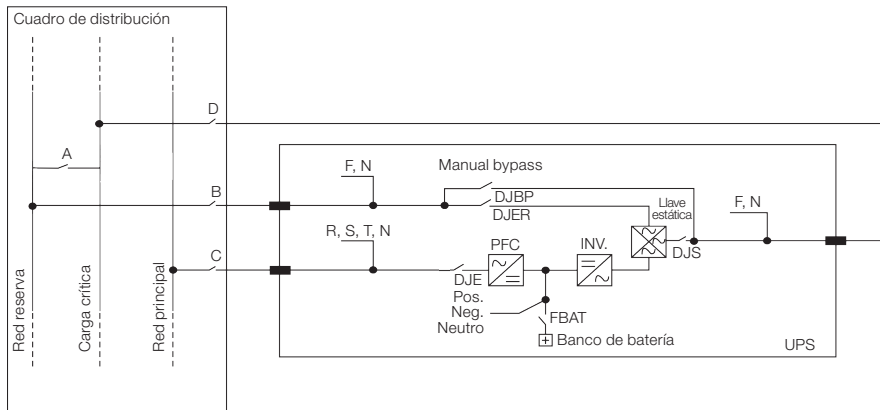

Figura 2.5: Configuraciones posibles de entrada/salida del UPS
Para la conexión del equipo a la red eléctrica, se recomienda utilizar una de las configuraciones presentadas en la Figura 2.5 en la página 84. Los disyuntores B-C-D son termomagnéticos sin protección diferencial. En caso de que eso sea necesario, éstos deben poseer una corriente de actuación superior a 0.3 A, tipo retardado y adecuado para cargas de corriente continua (tipo A). La capacidad (kVA) debe ser igual o mayor a la capacidad del equipo, indicada en la etiqueta del número de serie, conforme la Sección 2.6 ETIQUETA DE IDENTIFICACIÓN DEL UPS de la página 79. El disyuntor A es usado como Bypass externo.
- A continuación, instalar los disyuntores tetrapolares, en conformidad con las normas vigentes, con Curva C, conforme es indicado en la Figura 2.5 en la página 84.